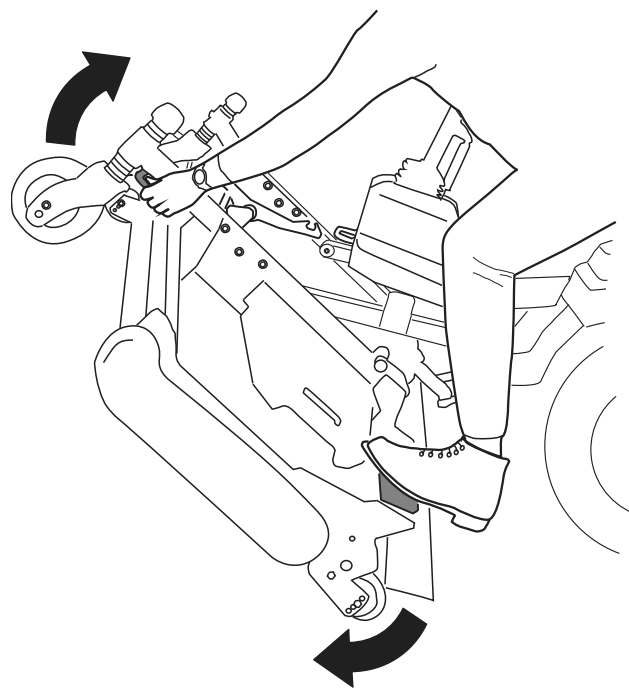
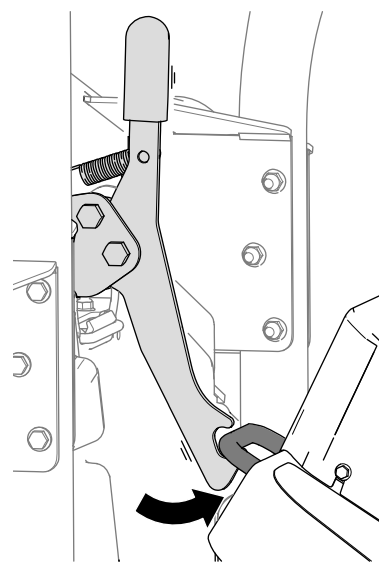

図 36
図 37
5. カッティングユニットを立てる 図 36と、ラッチがロープ掛けブラケットに掛かる 図 37。
1. ロープ掛けブラケットに掛かっているラッチを外す 図 38 カッティングユニットを少しだけ前に倒して 図 36、ラッチのハンドルを前方へ動かせばよい。